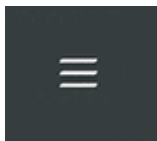

Рисунок 54
- Кнопка «Menu», **Уставки**. Удержание на главном экране при условии отсутствия выбора системы осуществляет переход к настройкам панели (см. настройки связи). Удержание при выбранной системе осуществляет переход к настройкам данной системы (см. настройки связи). Короткое нажатие при выбранной системе осуществляет переход к заданию уставок (рисунок 54).